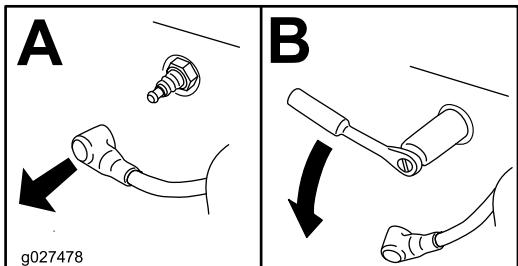

Figura 20
- Retire la bujía (Figura 20).